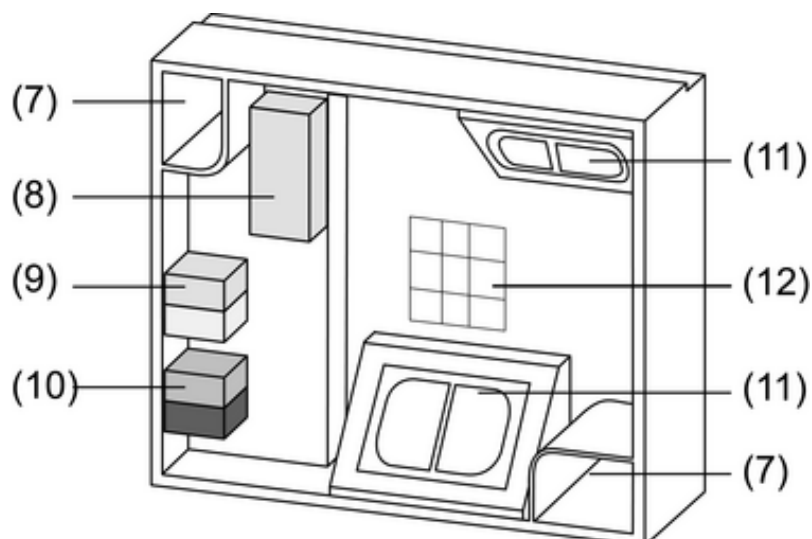

Figura 4
- Anotar la dirección física en las etiquetas adhesivas de la caja de bornes (12) y en la tapa de la caja de bornes (figura 4).